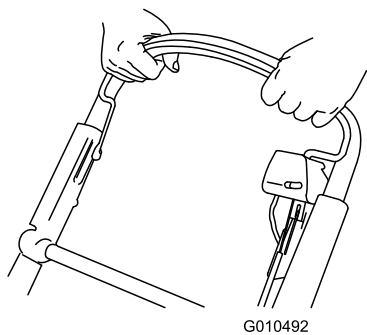

Рисунок 26
2. Удерживайте штангу управления ножом прижатой к рукоятке (Рисунок 26).